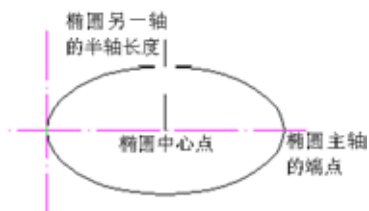

图 4-56 圆心法绘制椭圆
- ☆ 圆心: 通过指定椭圆的中心点、一条轴的端点和另一条轴的半轴长度绘制椭圆, 如图 4-56 所示。